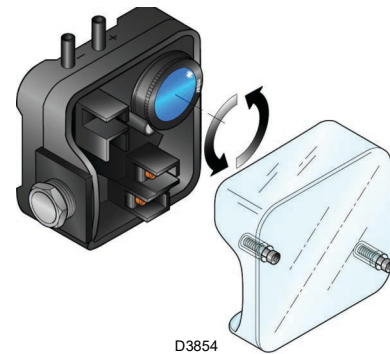

Abb. 38
- Den Luftdruckwächter auf den Skalenanfangswert (Abb. 38) einstellen.
Führen Sie die Einstellung des Luftdruckwächters aus, nachdem alle anderen Einstellungen des Brenners bei auf den Skalenanfang eingestellten Luftdruckwächter vorgenommen wurden (Abb. 38).